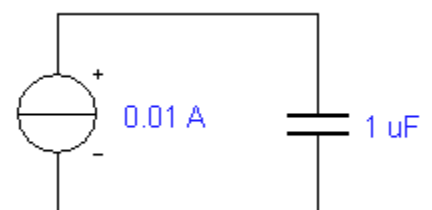

Рис. 2.7.
2.7.9. На рис.2.7. схема пристрою для зарядки конденсатора від ідеального джерела струму. Які обмеження накладаються на роботу пристрою. Визначити залежність, що існує між струмом та